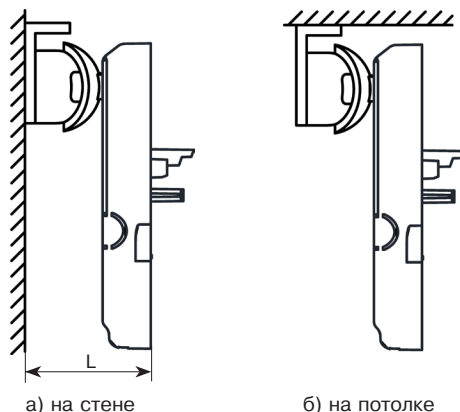

Рисунок 6 – Крепление извещателя с кронштейном
1. После закрепления извещателя на кронштейне повернуть корпус извещателя в вертикальной плоскости в соответствии с выбранной высотой установки, отмерив расстояние (L) от стены до края основания при снятой крышке (рис. 6, табл. 4).